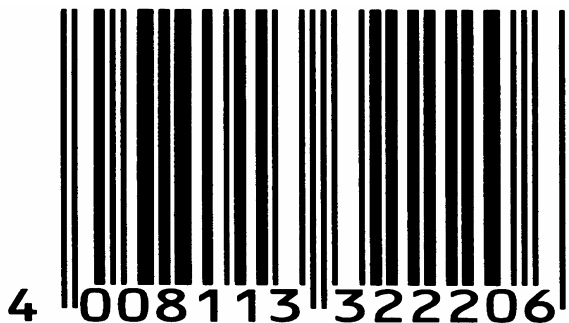

Abb. 1: Typischer Barcode (EAN)
- ein schwarz-weißer EAN-Strichcode (Abb. 1)